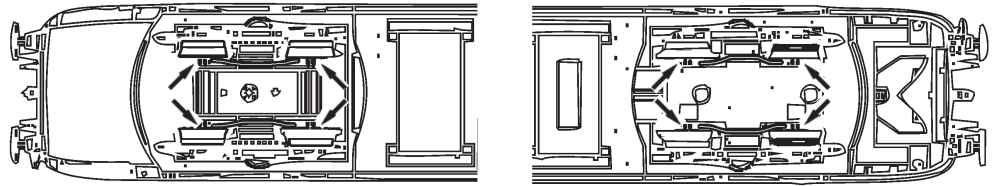

Fig. 7
3. Haftreifenwechsel: Zuerst die Drehgestellblende abnehmen (Fig. 7). Danach den **Radsatz** herausnehmen und die **Haftreifen** mit einer Nadel od. mit einem feinen Schraubendreher abziehen (Fig. 7). Beim Aufziehen der neuen Haftreifen darauf achten, dass diese sich nicht verdrehen.
3. Change of traction tyre: Remove the bogie blind (fig. 7). Take out **wheel set** and remove **traction tyre** using a pin or a fine screwdriver (fig. 7). When pressing on the new traction tyre please **avoid twisting it**.